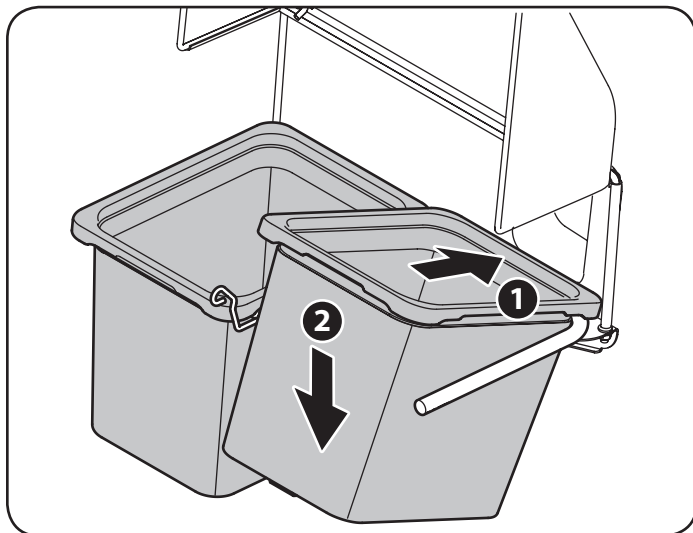

Figura 7
6. Instale las bolsas en el bastidor de montaje como se indica en la Figura 7. Solo debe colocar el borde entrante de la bolsa sobre el riel delantero del bastidor, luego incline la bolsa hacia atrás y hacia abajo hasta que quede en su lugar. Repita lo mismo para la segunda bolsa.